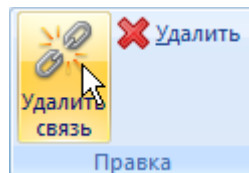

Рис. 10-391 – Панель «Правка»
7) Созданный сценарий отображается в папке «Связанные сценарии эксплуатации» в рабочем окне «Сценарии эксплуатации» (рис. 10-391).